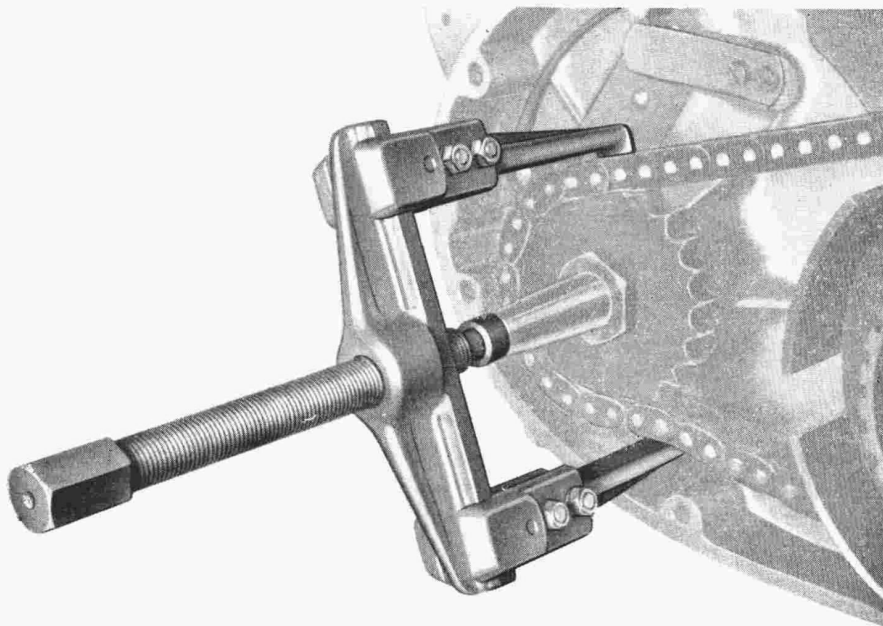

Abb. 7
-Kettenrad E1MB 17 mit Klauenabzieher abziehen, man beachte, daß die Klauen des Abziehers die Kette mitgreifen wie in Abb. 7.